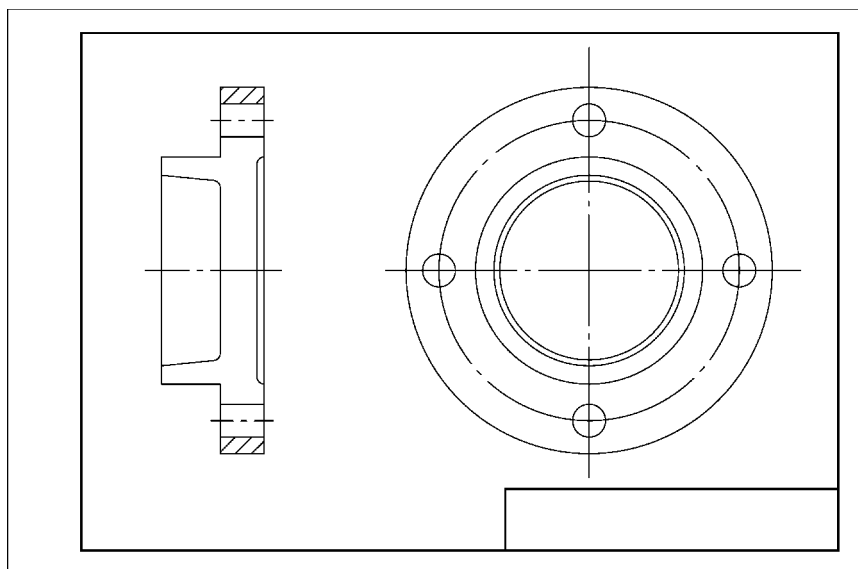

图 11-2 画底稿
- 4) 画底稿。按投影关系，逐个画出各个视图，如图 11-2 所示。